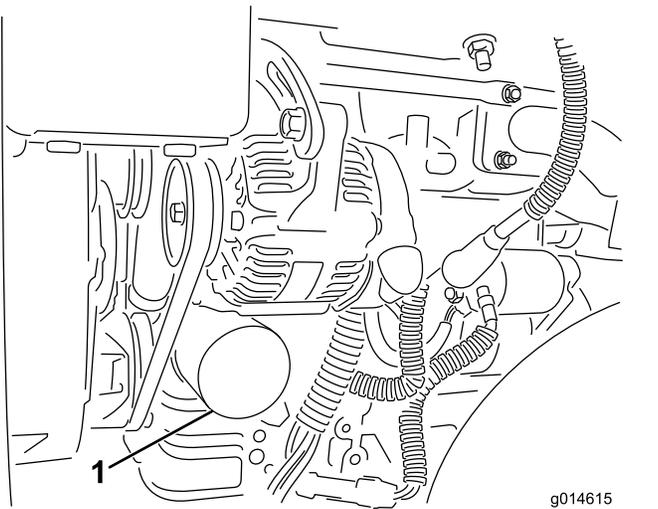

Рисунок 31
2. Снимите масляный фильтр (Рисунок 31). Нанесите тонкий слой чистого масла на прокладку нового фильтра.